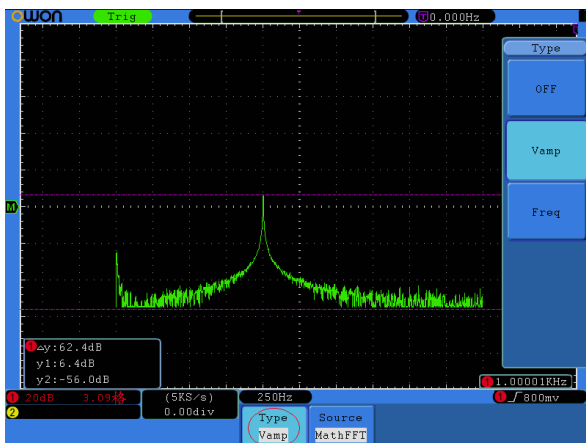

Рисунок 5.56. Вид осциллограммы при курсорных измерениях амплитуд компонент спектра сигнала в режиме FFT
3. В соответствии с особенностями измеряемой осциллограммы выберите положения курсора 1 и курсора 2 вращением регуляторов **VERTICAL POSITION** канала CH1 и канала CH2. В окне в левом нижнем углу окна отображения осциллограммы показывается разность потенциалов между курсорами и текущие значения положений обоих курсоров (см. рисунок 5.56).